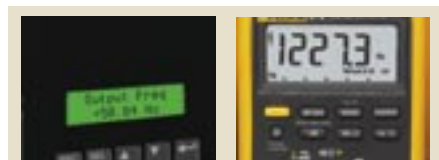

Figure 3. Fréquence de sortie (vitesse du moteur) sans filtre passe-bas.
4. Appuyez sur le bouton Hz. La mesure affichée à l'écran correspond à la vitesse du moteur. Cette mesure aurait été incorrecte sans le filtre passe-bas du Fluke 87V (voir figures 3 et 4).